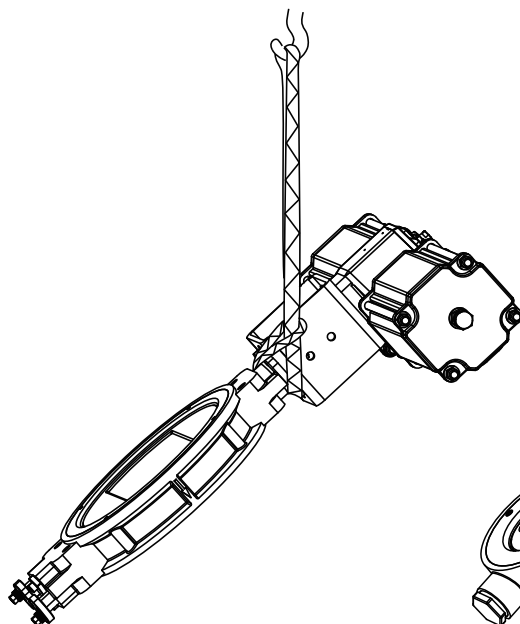

Fig. 5.1.2
2. **Vannes avec actionneur de type Somas A - DA (double effet), dimensions $\geq$ DN300 :** À soulever en se positionnant sous la bride de fixation de l'actionneur de vanne, voir (→ Fig.5.1.2)